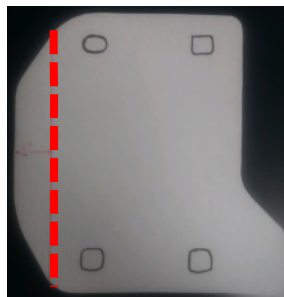

Figura 4
- 6.** Recortar la placa de montaje del travesaño del parachoques en 1" (ver la Figura 4). Repetir este proceso desde el lado opuesto.